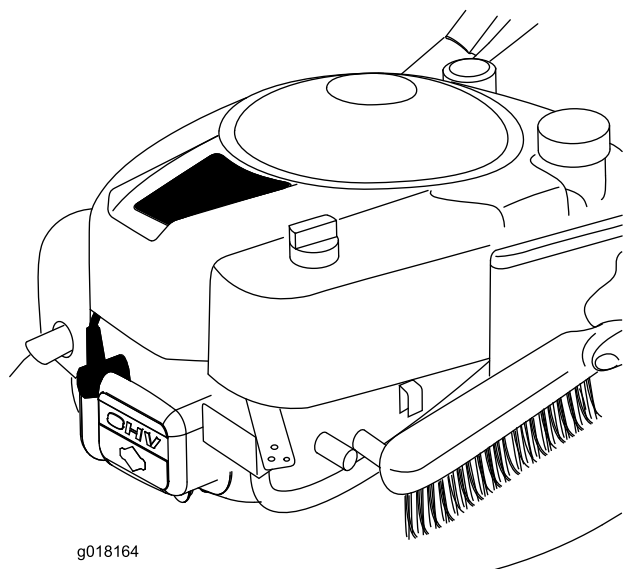

Figura 28
- Eliminate tutta l'erba e i detriti dal motore, nonché dalla marmitta/protezione della marmitta, dai condotti dell'aria nella cuffia superiore e dalle parti circostanti del piatto di taglio con una spazzola o aria compressa (Figura 28).